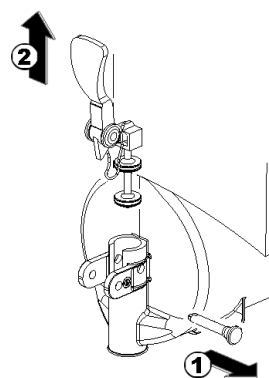

figura 10
5 Desarmar el grifo respetando la secuencia indicada (ver figura 10).
- 3 Armar de nuevo el grifo sobre el contenedor siguiendo la secuencia inversa a la detallada para el desmontaje (vedere figura 10).